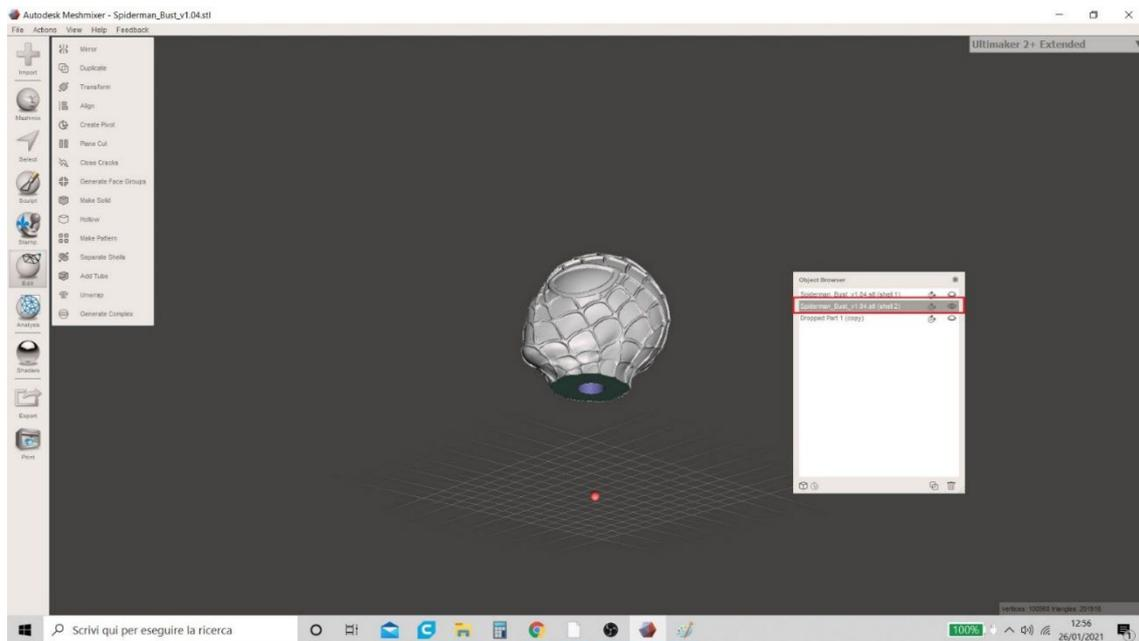

Figura 22 Meshmixer
15. El procedimiento para crear el orificio en el modelo "Shell 2" ha finalizado. En la tabla que resume los modelos en el área de trabajo, el usuario ahora ve 3 y ya no 4 (como antes, la "Diferencia booleana" combinó las dos partes "Shell 2" y "Drop Part 1 (copy 1)" creando un solo modelo - Figura 22 Meshmixer).